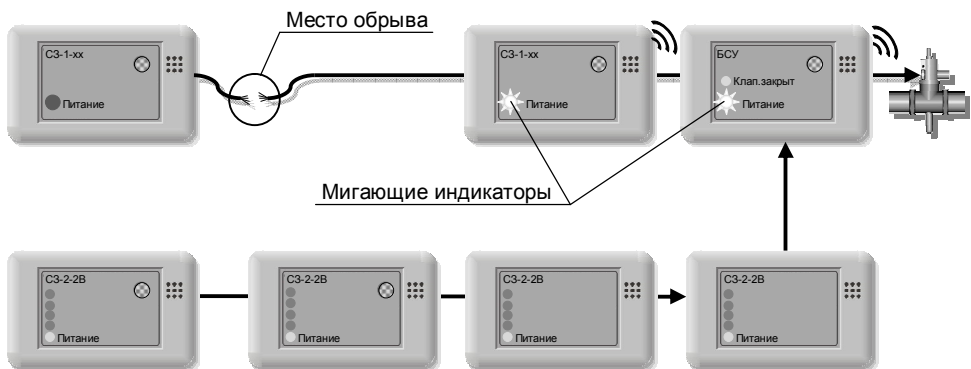

Рисунок 3 – Реакция Системы на обрыв кабеля
– начнет мигать индикатор «ПИТАНИЕ» на сигнализаторе(ах), расположенных от БСУ до обрыва или отсоединения (см.рисунок 3);